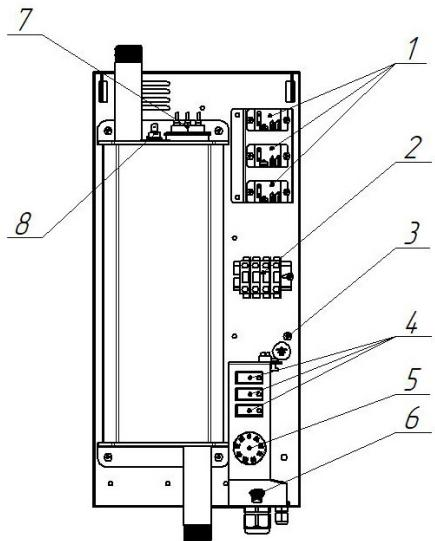

Рис. 2 Органы управления электрического котла «Ратник»
- Защитный нулевой провод (PE) подключить на винт «ЗАЗЕМЛЕНИЕ» (Рис.2, поз. 3).
- Присоединить рабочий нулевой провод на клемму нейтраль (N) котла;
- Защитный нулевой провод (PE) подключить на винт «ЗАЗЕМЛЕНИЕ» (Рис.2, поз.3).
- Установите необходимую температуру теплоносителя на шкале ручки термостата (Рис.2, поз.5).
- Включите требуемое количество ступеней мощности в положение «I» (ВКЛ.) (Рис.2 ).
- По окончании работы котла установите переключатели ступеней в положение «О» (ОТКЛ.) (Рис.2)